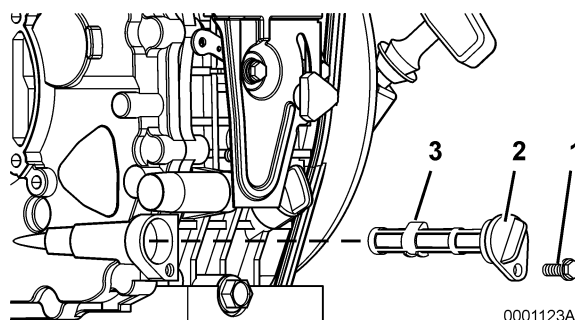

Рисунок 4
1. Снять фиксирующий болт масляного фильтра (**позиция 1, Рисунок 4**).
2. Вытянуть крышку масляного фильтра (**позиция 2, Рисунок 4**) и снять сам масляный фильтр (**позиция 3, Рисунок 4**).
3. Установить новый масляный фильтр (**позиция 3, Рисунок 4**).
4. Убедиться в плотной посадке крышки масляного фильтра (**позиция 2, Рисунок 4**).
5. Установить и затянуть фиксирующий болт масляного фильтра (**позиция 1, Рисунок 4**).